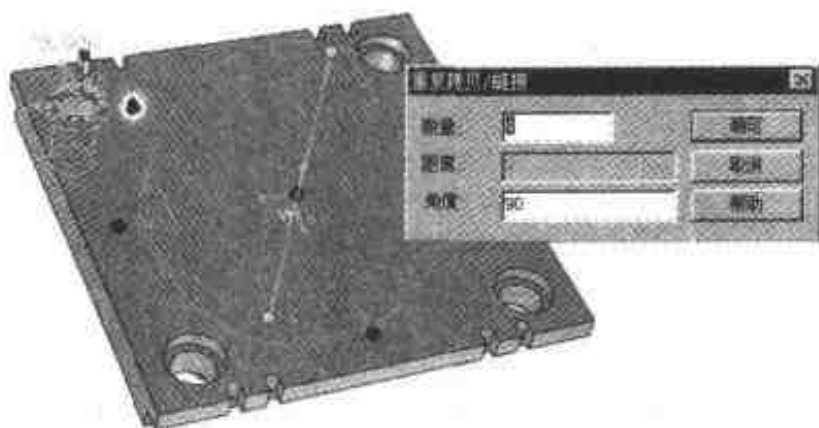

图 2.152 阵列导柱孔
- (5) 按空格键使三维球附着在导柱孔上, 右击并转动垂直方向上的三维球的手柄, 选择【链接】命令, 按照如图 2.152 所示的对话框输入参数。